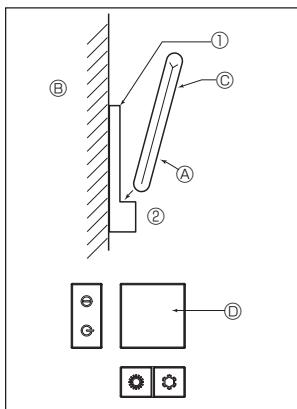
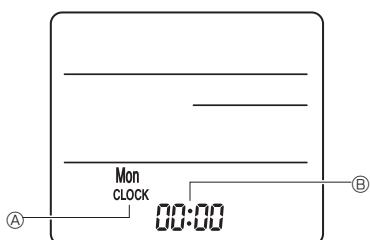

Fig. 7-7
Fig. 7-8
2) Метод установлення (Fig. 7-7)
- ① Прикріпіть тримач пульта дистанційного керування до бажаного місця за допомогою 2 нарізних гвинтів.
- ② Помістіть нижню частину контролера у тримач.
3) Налаштування (налаштування годинника) (Fig. 7-8)
- ① Вставте акумулятори або натисніть кнопку ⓧ [CLOCK] (ГОДИННИК) ⓣ [:] ⓤ блимає.
- ② Натисніть кнопку **RESET** ⓧ за допомогою гострого предмета.
- ③ Щоб встановити час, натисніть кнопку ⓧ [DAY]
- ④ Після завершення натисніть кнопку ⓧ [CLOCK] (ГОДИННИК) ⓣ [:] горячі.